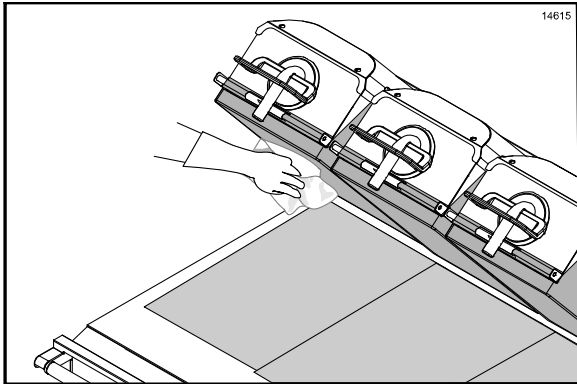

Abbildung 41
8. Die offenen Flächen der oberen und unteren Trennfolien mit einem sauberen, mit Desinfektionsmittel getränktem Grilltuch abwischen. (Siehe Abbildung 41.)